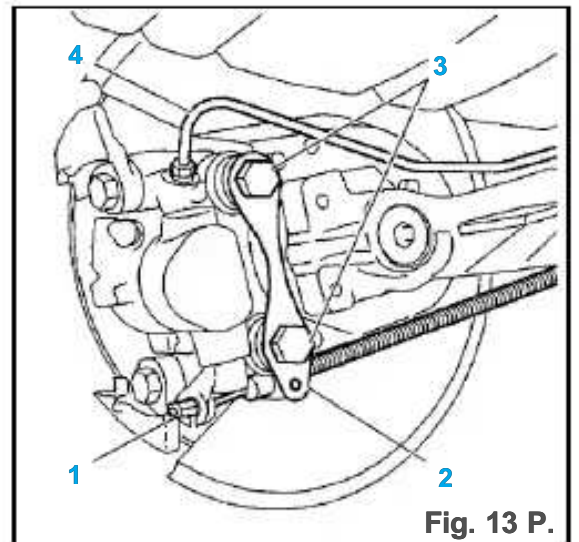

Fig. 13 P.
- aparcamiento cable de control del freno de desconexión (1) (Fig. 13 Br).